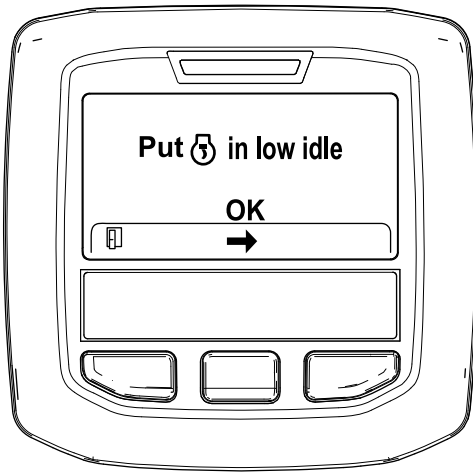

Figura 53
6. Mueva el control del acelerador en RALENTÍ BAJO y pulse el botón central (Figura 53).